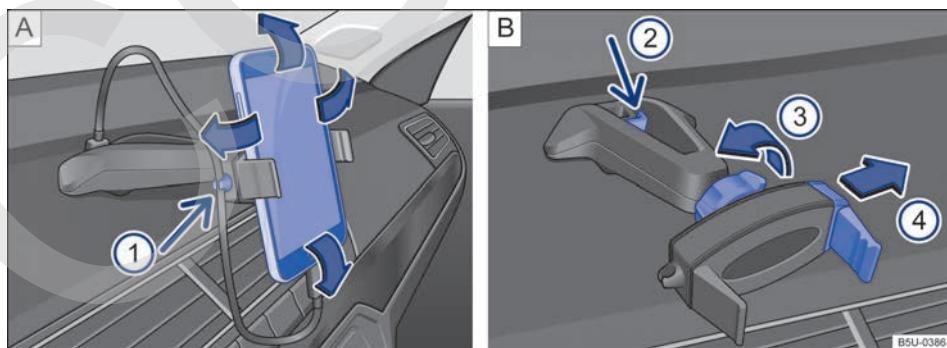

Fig. 147 En la consola central: soporte para smartphone y ajustes.
- Sujetar el soporte con una mano y presionar la tecla de desbloqueo → fig. 147   (flecha).
- Con la varilla → fig. 147   mover en la dirección de la flecha, e instalar el smartphone en el alojamiento.
- Con la otra mano mover la varilla → fig. 147   hasta que se pueda retirar el aparato del alojamiento.
- Colocar el cable USB en la entrada cargador USB del soporte existente en el panel de instrumentos → fig. 147 .
- Sujetar el cable en el soporte → fig. 147  .
- Para liberar el movimiento del soporte, girar la traba → fig. 147   en la dirección opuesta de la flecha.
- Para fijar la posición, girar la traba en el sentido de la flecha  → fig. 147  hasta la fijación completa del soporte.
i El soporte para smartphone tiene una garantía de 3 años, con excepción de la varilla deslizante (garra) → fig. 147 **B** **4** que tiene garantía de 1 año. ◀